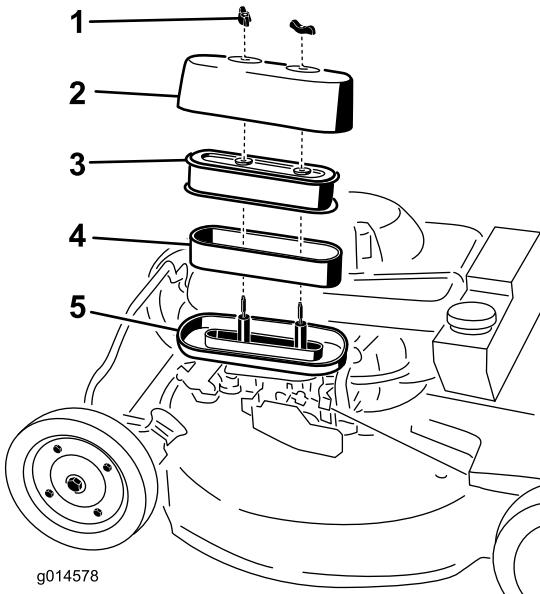

Figura 30
- Retire las 2 tuercas que fijan la tapa (Figura 30).
- Tuerca (1)
- Separé cuidadosamente de la base los elementos de gomaespuma y de papel (Figura 30).
- Separé el elemento de gomaespuma del elemento de papel (Figura 30).